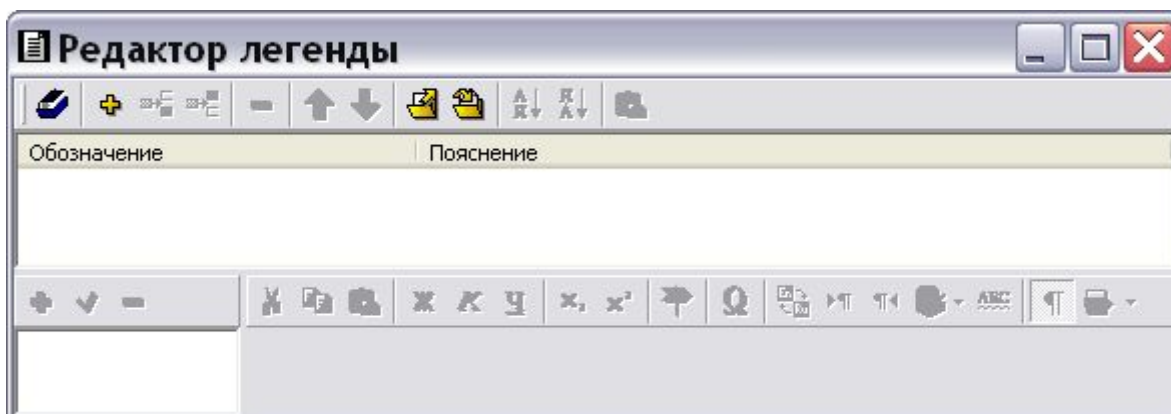

Рис. 3.169
1. Для вызова редактора легенды выберите инструмент **Легенда**  на **Панели инструментов для иллюстрации**. При этом откроется диалоговое окно **Редактор легенды** (Рис. 3.169).